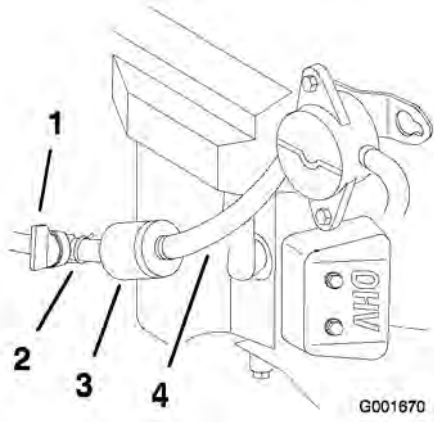

Figure 39
5. Fermez le robinet d'essence (Figure 39).
6. Pincez les extrémités des colliers et faites glisser ceux-ci pour les éloigner du filtre (Figure 39).
8. Posez un filtre neuf et rapprochez les colliers de fixation du filtre (Figure 39).
3. Fermez le robinet d'essence (Figure 39).
4. Desserrez le collier de serrage au niveau du filtre à carburant et éloignez-le du filtre en le poussant le long de la conduite d'alimentation (Figure 39).
5. Débranchez les conduites d'alimentation du filtre à carburant (Figure 39).
Remarque: Laissez l'essence s'écouler dans un bidon ou un bac de vidange (Figure 39).
7. Raccordez la conduite d'alimentation au filtre. Rapprochez le collier de serrage du filtre pour fixer la conduite d'alimentation (Figure 39).